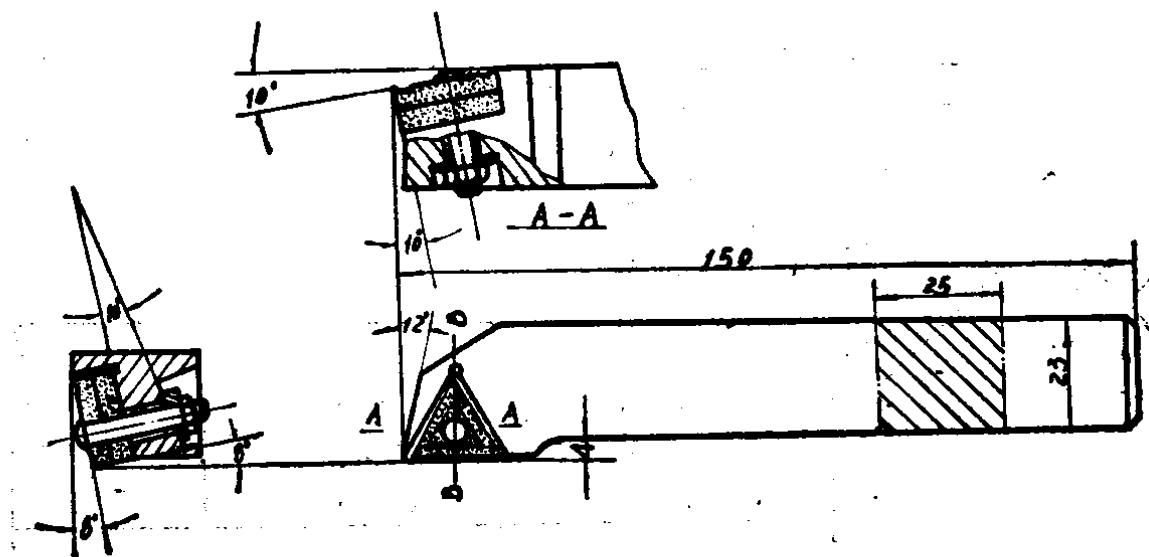

图1—5 斜垫栓紧式机夹不重磨90°车刀
2. 刀片用螺钉压紧和斜垫片靠紧在刀杆上，如图1—5。其结构简单，压紧可靠，调整方便。